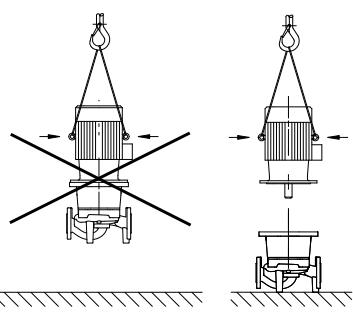

Fig. 8: Transport silnika
- **Uchwyty transportowe na silniku służą wyłącznie do transportu silnika, a nie całej pompy (Fig. 8).**